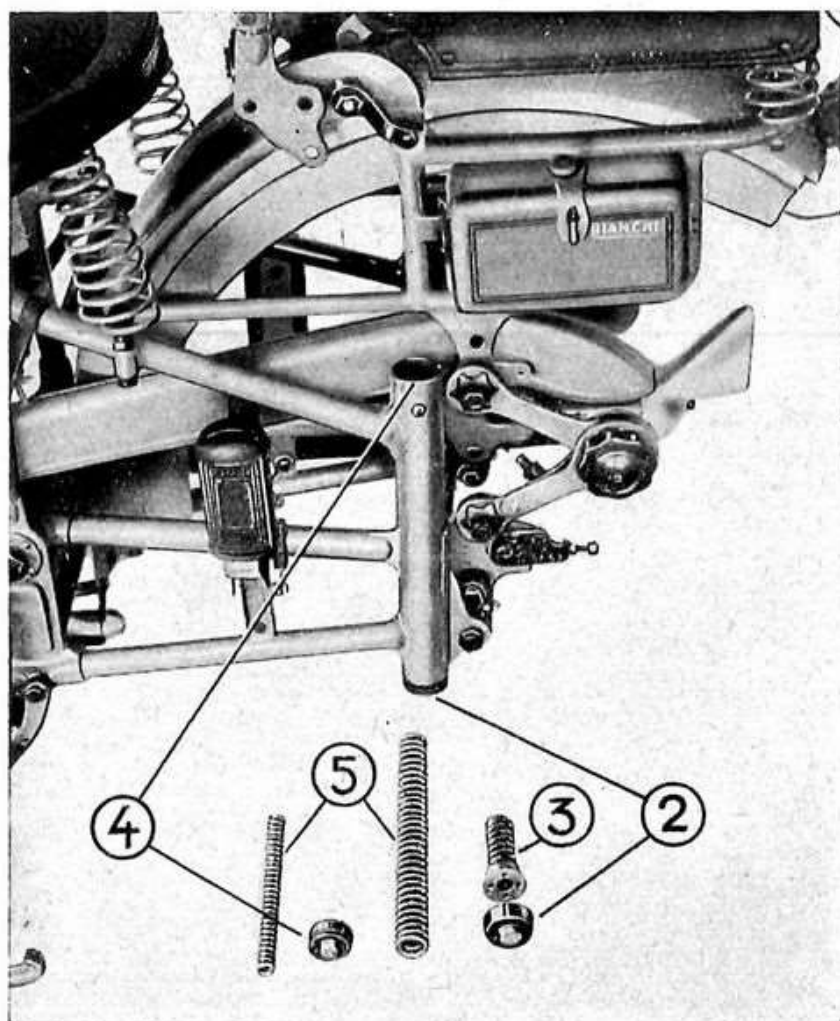

Fig. 22
Togliere il cappelletto filettato inferiore (2 fig. 22) e si estrae la molla (3) che ha la funzione di assorbire i colpi di ritorno della sospensione.